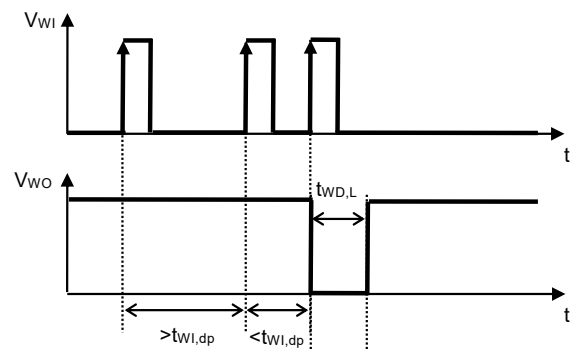

图11 看门狗双脉冲检测时间
- \*3. 从看门狗定时器开始进行触发信号检测后, 在 $t_{WI,dp}$ 期间再次检测到触发, 到WO端子输出变化为 "L" 为止的时间 (参阅图11)。此值可以通过 $C_{DLY}$ 的电容值进行更改。